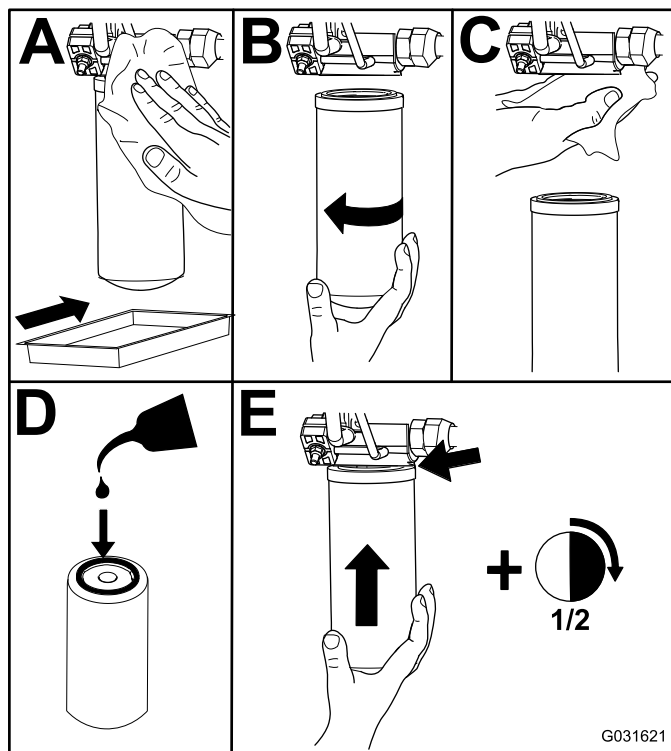

Figura 97
- Sostituite i filtri idraulici (Figura 97).